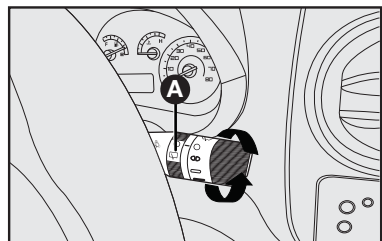
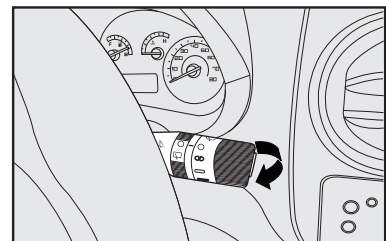

fig. 62
fig. 63
Lavaluneta/limpialuneta - fig. 62 y fig. 63
1) gire la empuñadura **A-fig. 62** de la posición **O** para ;
En algunas versiones, tirando de la palanca hacia el volante (posición inestable) **fig. 63** se acciona el limpiaventana.